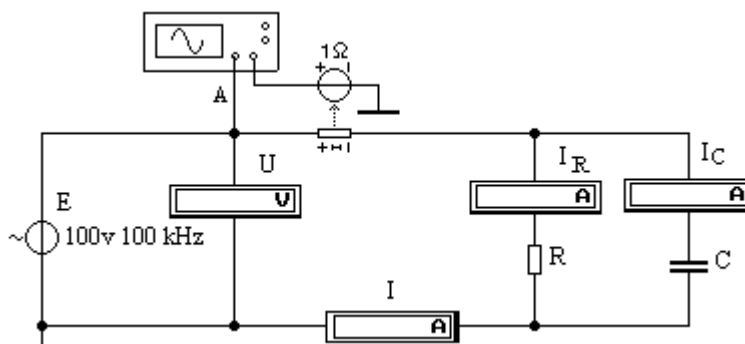

Рисунок 2- Схема исследования RC - цепи.
1. Собрать схему электрической цепи (рис. 2).